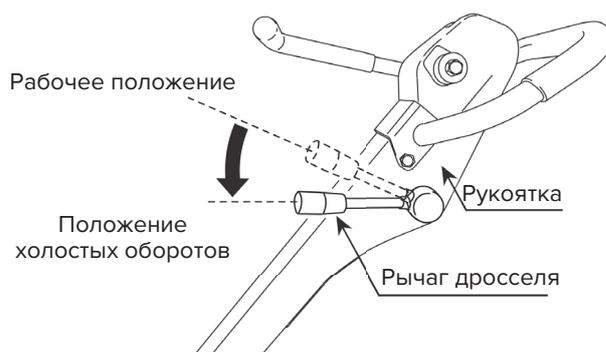

Рис. 22
4. Для остановки резко переместите рычаг дроссельной заслонки в положение холостых оборотов (рис. 22).